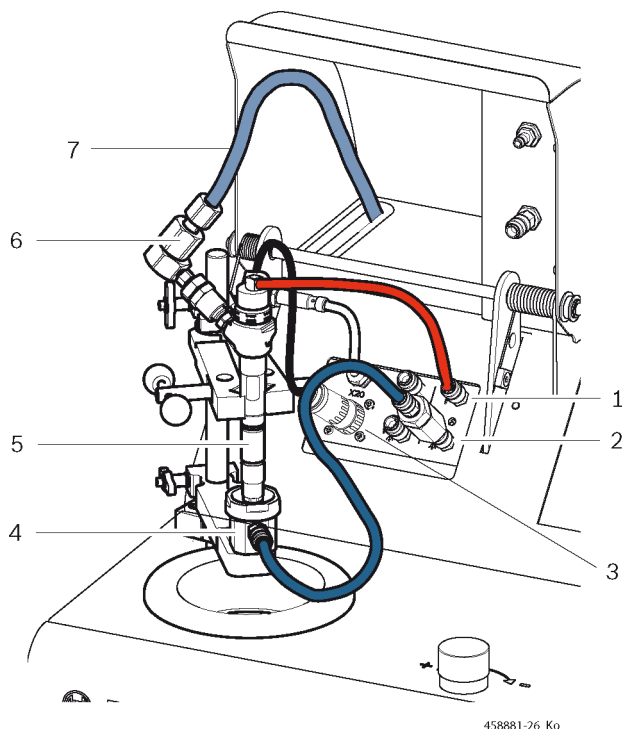

Рис. 38. Схема подсоединения форсунки CRI
i Перед установкой топливopриемной камеры (рис. 38, поз. 4) на инжектор CRI выполните «проверку герметичности».
2. Закрепите форсунку CRI (рис. 38, поз. 5) в зажиме (рис. 3, поз. 3).
3. Подсоедините шланг высокого давления при помощи соединительного переходника (рис. 38, поз. 6, 7) к инжектору CRI.
4. Подсоедините шланг 1 680 712 287 к возвратному соединению инжектора CRI и к «соединению для измерения возвращаемого объема» (рис. 38, поз. 1).
5. Подсоедините предусмотренный адаптерный кабель (1 684 465 574, 1 684 465 575) к форсунке CRI и к «гнезду» (рис. 38, поз. 3).
6. Вставьте впускной фильтр в «соединение для измерения объема впрыскиваемого топлива» (рис. 38, поз. 2).
i После «проверки герметичности» установите топливopриемную камеру на инжектор, а шланг 1 680 712 362 подсоедините к быстроразъемной муфте топливopриемной камеры и через впускной фильтр к «соединению для измерения объема впрыскиваемого топлива» (рис. 38, поз. 2).